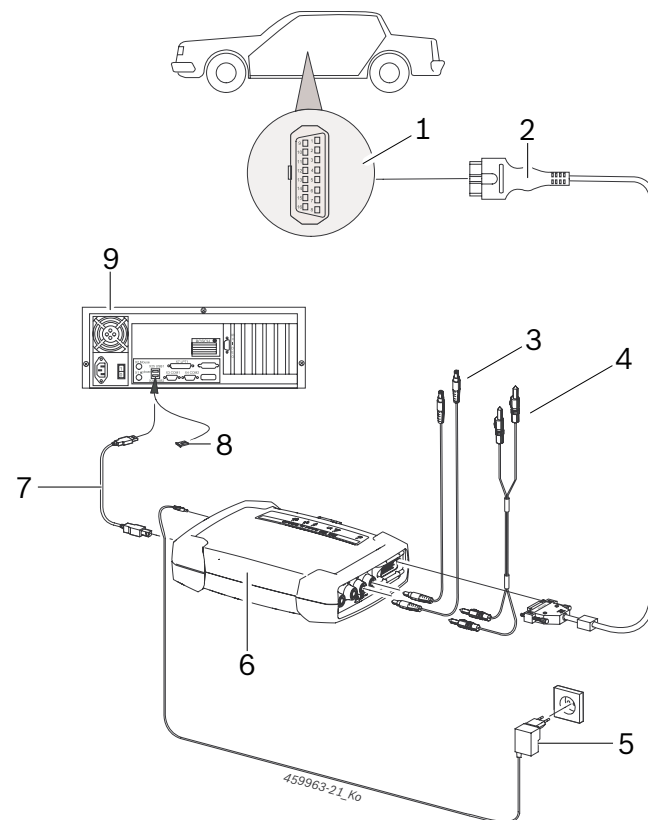

Abb. 6: Koblings skjema, for eksempel på KTS 590
- OBD-tilkoblingsledningen (Fig. 6, Pos. 2) eller